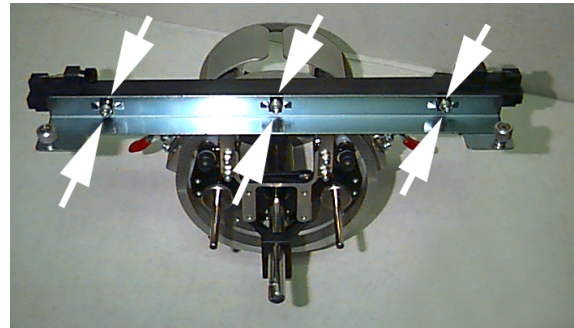
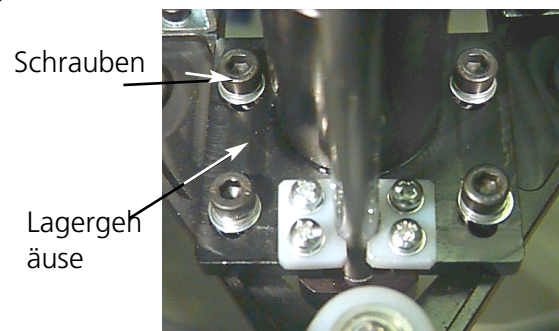

Abbildung 3-7
Abbildung 3-8
3. Die 3 Innensechskantschrauben entlang der Schnittstellen-Schelle (Abb. 3-7) und die 4 Innensechskantschrauben, die das Lagergehäuse halten (Abb. 3-8) müssen leicht lose sein.
- Ziehen Sie die 3 Innensechskantschrauben an der Schnittstellen-Schelle mit einem 3mm Kurzarms-Sechskantschlüssel fest, bis sie die Schelle leicht berühren. Die Schnittstellen-Schelle muß immer noch nach oben und unten bewegt werden können. In Abb. 3-7 sehen Sie, wo sich die Schrauben befinden.